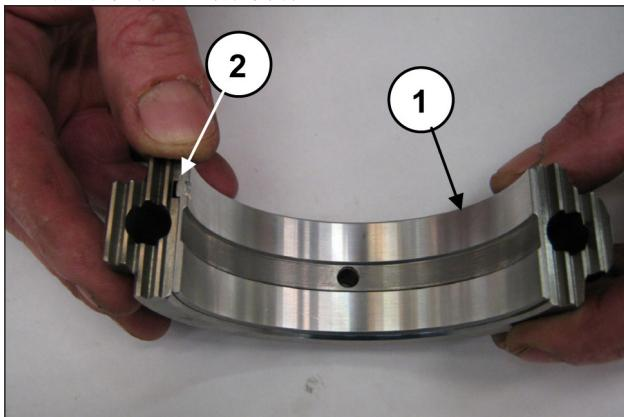
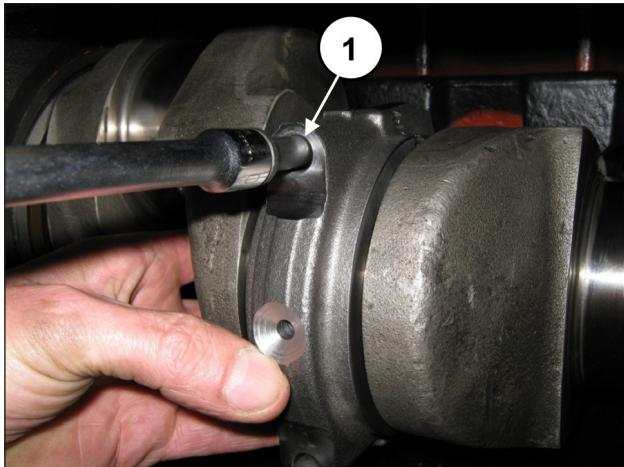

图 69
图 70
将下半轴承安装到连杆帽上(位置①, 图 69), 确保半轴承的基准平键定位在连杆帽的专用底座中(位置②, 图 69)。通过M10x1.5x80螺丝(位置①, 图 70)将连杆帽固定到半连杆上。